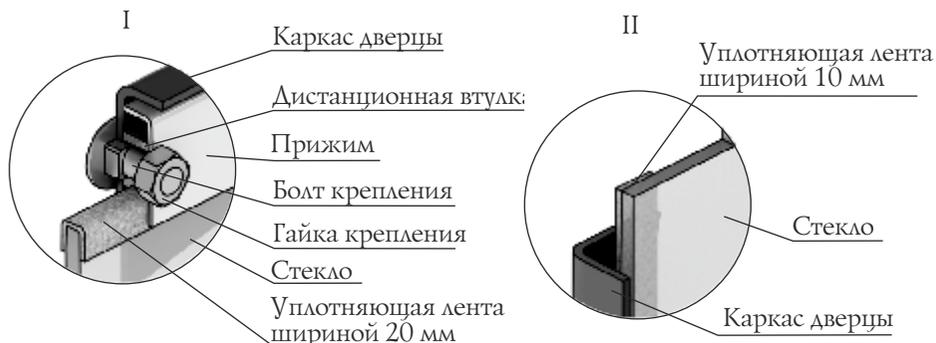

Рисунок 15. Крепление светорозрачного экрана дверцы модели «Витра»
1. Отверните две гайки, фиксирующие прижим (рисунок 15.I), демонтируйте его и дистанционные втулки.
3. Возьмите новое стекло. Если на нем нет уплотняющих лент, наклейте их: лента шириной 20 мм наклеивается сверху и снизу стекла «П» - образно (рисунок 15.I), лента шириной 10 мм наклеивается вертикально, вдоль боковых сторон стекла (рисунок 15.II).
4. Вставьте стекло в упор, при этом лента, наклеенная с боковых сторон (вертикальная) должна быть зажата между стеклом и каркасом дверцы (рисунок 15.II).
ВНИМАНИЕ! Гайки, крепящие прижим накручиваются на болты крепления через дистанционные втулки (рисунок 15.I).